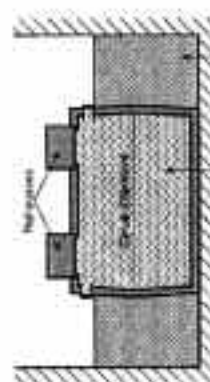

Figure 7 : Remplissage de la fosse en eau
- Remplissage de la fosse en eau jusqu'au sommet (Figure 7).